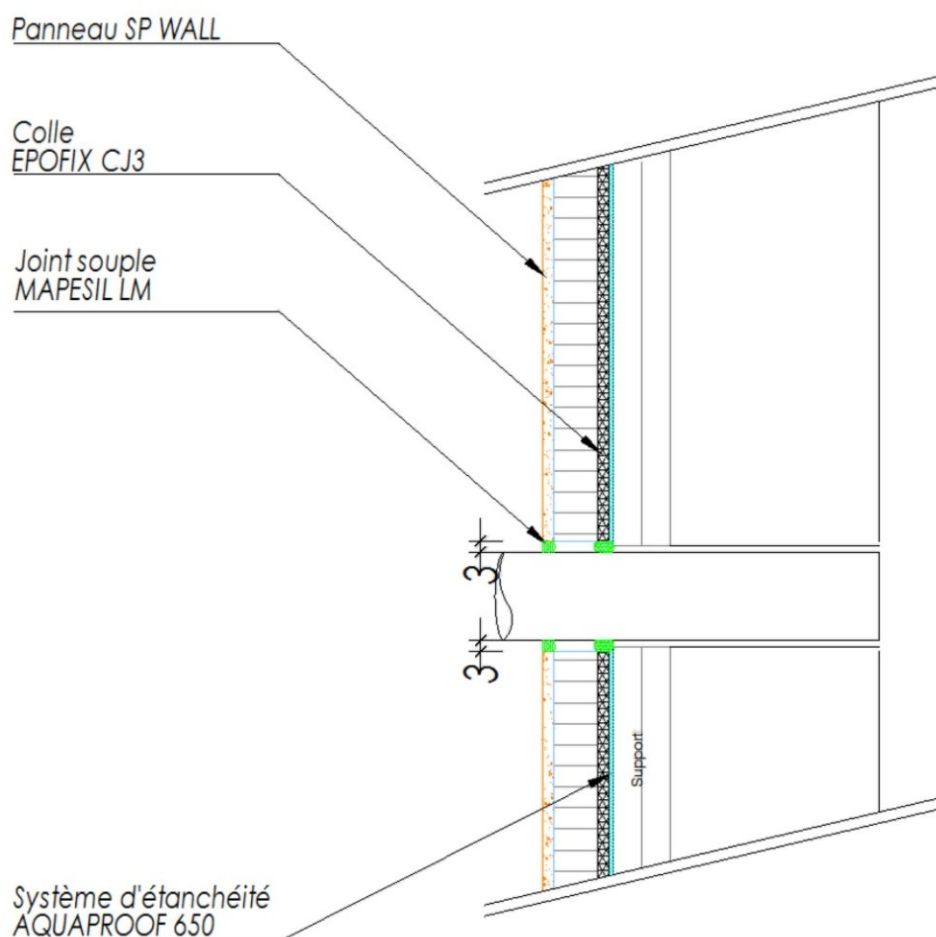

Figure 9 – Traitement du raccord de canalisation traversante
2.4.4.8. Canalisation traversante (figure 9)